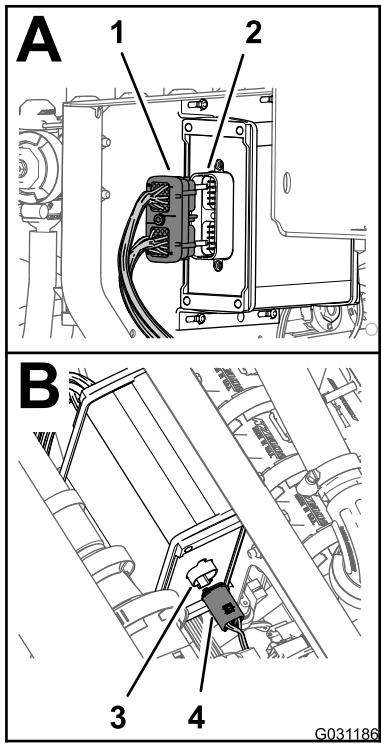

Figura 161
1. Alinee el conector hembra de 40 vías etiquetado **ASC 10** de la rama de 203 cm del arnés de cables con el conector de 40 pines del controlador del fumigador (Figura 161).
3. Alinee el conector hembra de 4 vías etiquetado **A ASC 10** de la rama de 203 cm del arnés de cables con el conector de 4 pines del controlador del fumigador (Figura 161).